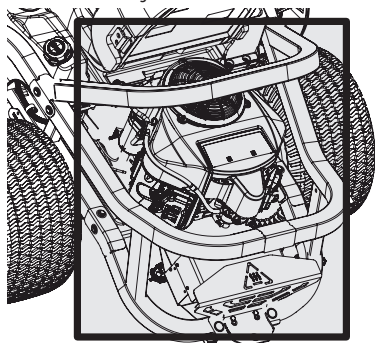

Figure 21
- Nettoyez autour des fusibles, les deux côtés des ailettes de refroidissement des transmissions, le collecteur d'échappement, le câblage électrique et les faisceaux, le tuyau du silencieux, le pare-chaleur du silencieux, les grilles d'entrée d'air du moteur et les ailettes de refroidissement, entre autres. Voir Figure 21.